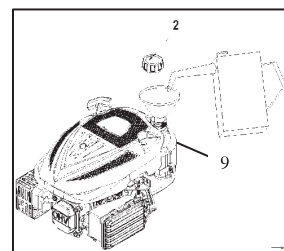

Fig. 5
1. Remova a tampa do combustível (2).
2. Acrescente o combustível até ao limite do nível de combustível no gargalo do tanque de combustível (9). (Ver Fig. 5)
5. Capacidade (9) do tanque de combustível: 1.2L